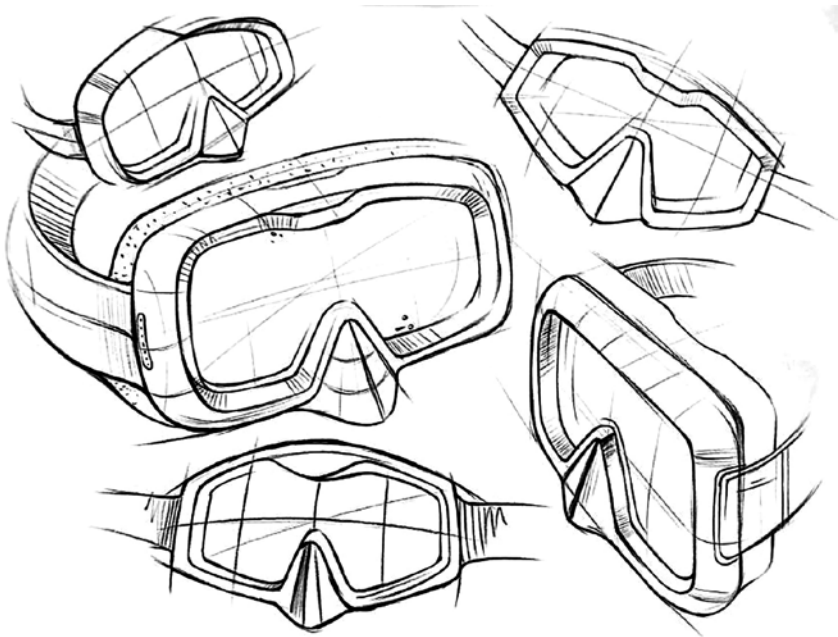

图 0-19 理解透视 (韩尚瑾)
(3) 理解透视。透视是绘制有真实感产品效果图的基础,正确的透视能让人们在看到它的时候感受到它的真实性。透视一般分为一点透视、两点透视和三点透视,其中两点透视在产品效果图中经常用到。(图 0-19)